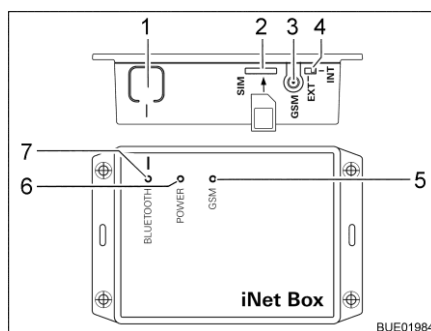

Fig. 251 Truma iNet-Box
- Appuyer sur la touche BLUETOOTH (Fig. 251,1) sur l'iNet-Box pendant 1 seconde. La Truma iNet-Box est visible pendant env. 2 minutes dans le terminal mobile (nom : "Truma iNet-Box"). Durant ce laps de temps, la DEL BLUETOOTH (Fig. 251,7) clignote.
- Introduire la mini-carte SIM qui a son propre numéro de téléphone et un crédit suffisant avec précaution comme illustré dans l'emplacement (Fig. 251,2) de la Truma iNet-Box jusqu'à ce qu'elle s'enclenche. La DEL rouge GSM (Fig. 251,5) doit clignoter en permanence. Si la DEL rouge s'éteint au bout de 20 secondes : contrôler la mini-carte SIM.